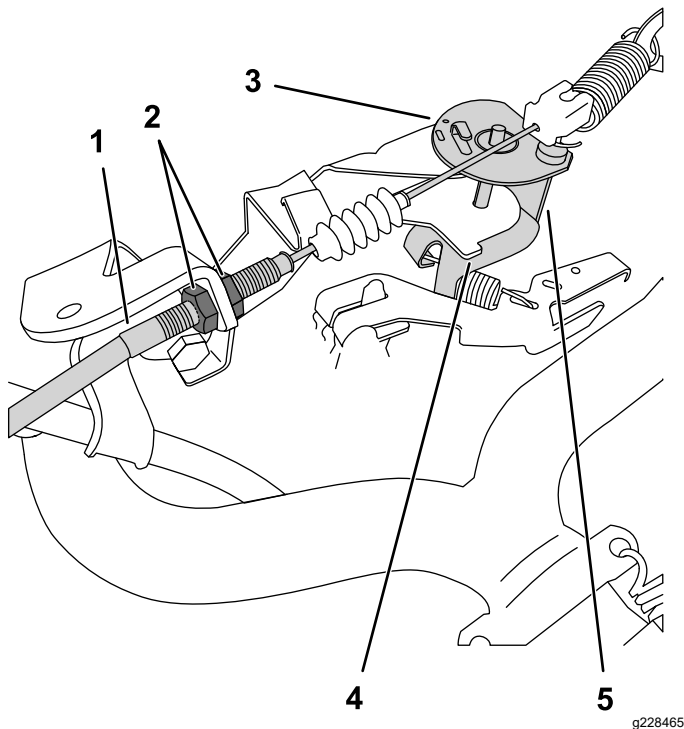

Figure 39
3. Au niveau du câble d'accélérateur, desserrez l'écrou de blocage avant et serrez l'écrou de blocage arrière pour augmenter le ralenti (Figure 39).